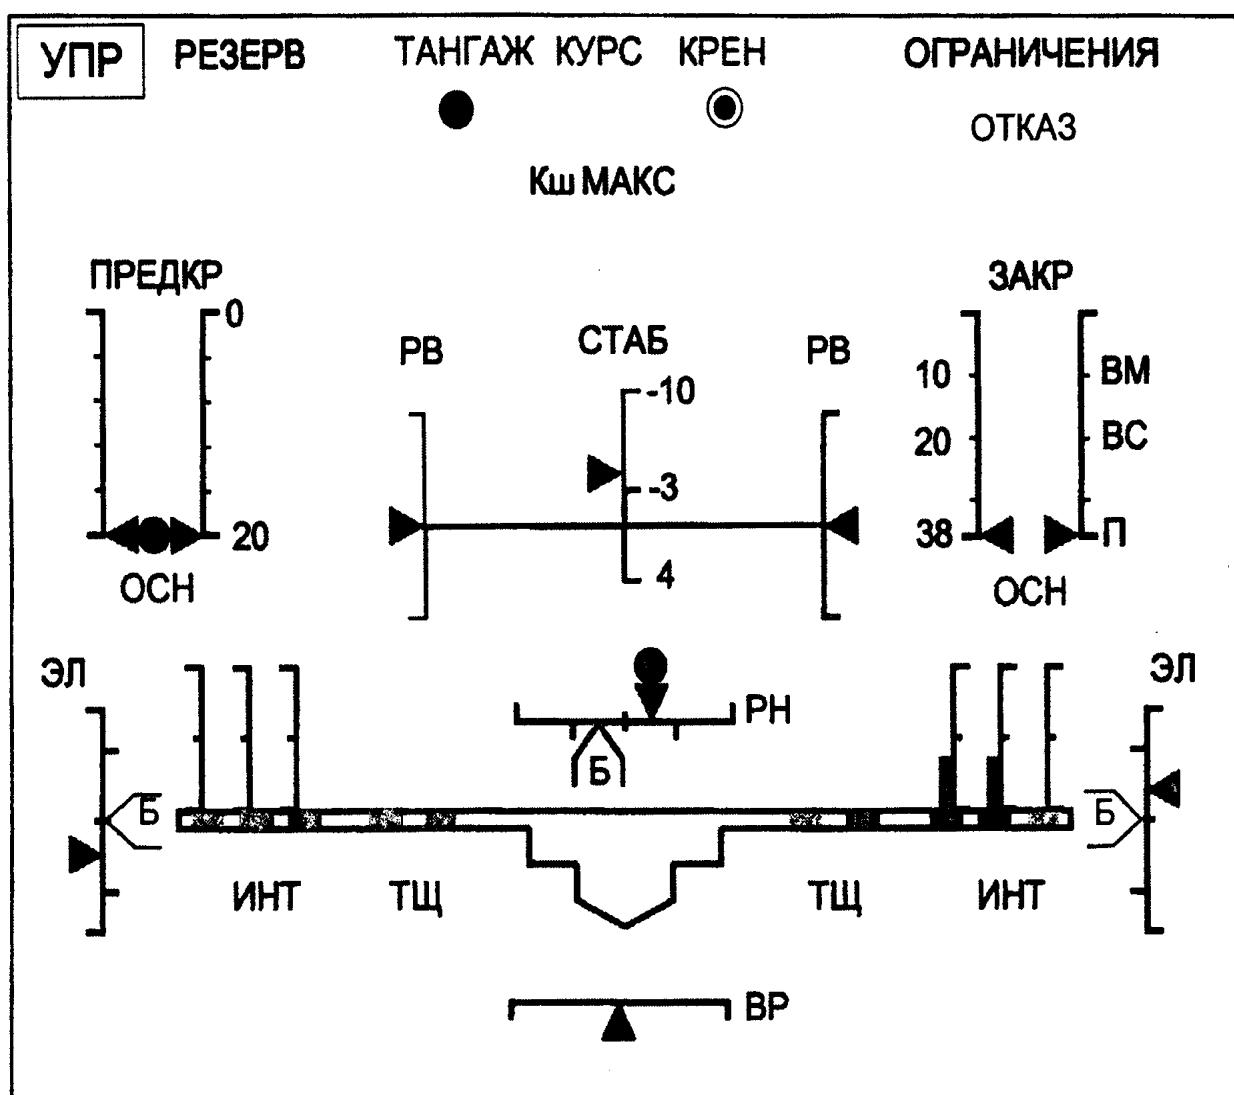

Рис. 15 Резервный режим работы ЭДСУ.
- *Рис. 15* — посадка на воду с примерами отдельных контролируемых отказов (резервный режим работы ЭДСУ).